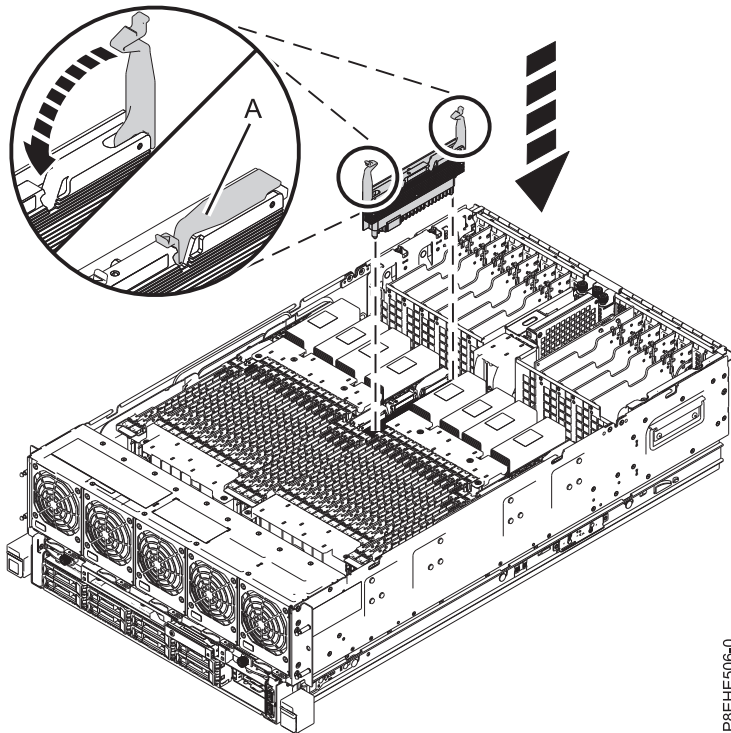

Figure 5. Installation de régulateurs de tension de processeur dans le système
- a. Assurez-vous que les languettes de connecteur (**A**) sont en position déverrouillée, comme illustré dans la figure 5, à la page 8.
- d. Appuyez sur les languettes de connecteur (**A**) du régulateur de tension de processeur jusqu'à ce que celui-ci soit correctement fixé au châssis du système, comme illustré dans la figure 5, à la page 8.